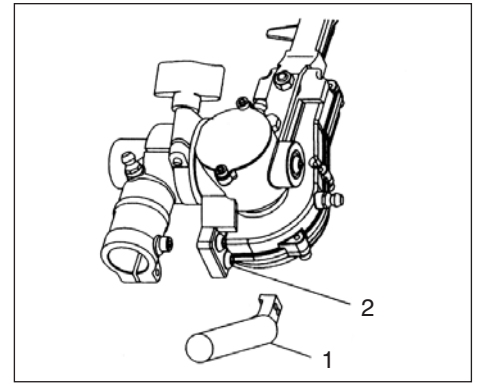

Fig.1-2B
Installation de la poignée support (1) (Fig.1-2B)
1. Enlever les deux vis six pans creux (2) à l'extrémité de la boîte d'engrenages.
2. Installer la poignée support (1) sur la boîte d'engrenages au moyen des vis six pans creux retirées précédemment (2).